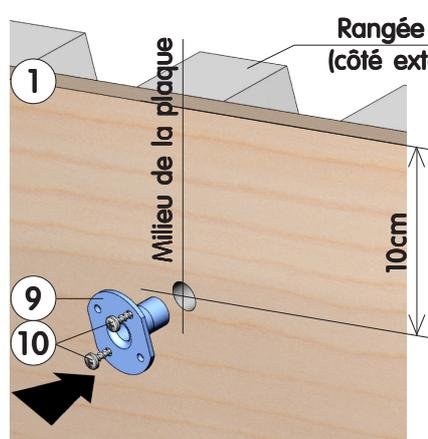
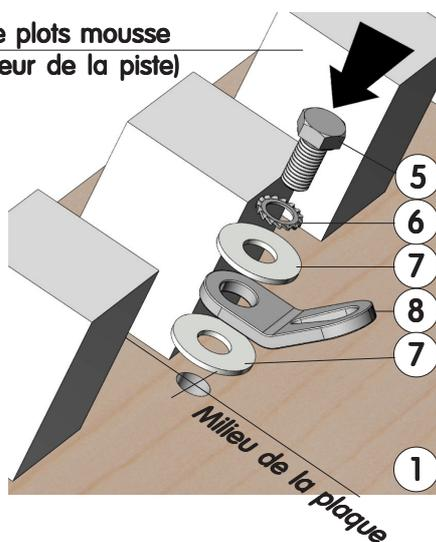
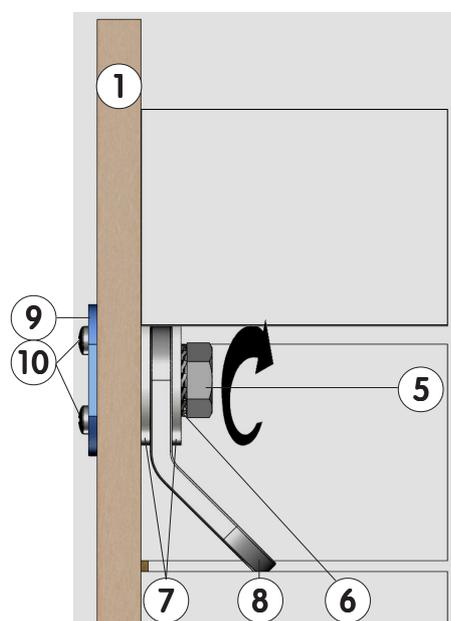

Figure 2
Figure 3
Figure 4
- Monter le plat d'haubantage (8) à l'aide de la visserie (5), (6), et (7), sous chaque plaque suivant Fig. 2 et Fig. 3, en l'orientant suivant Fig. 4 et Fig. 5, avant de serrer pour bloquer sa rotation (voir Fig. 3).
- Monter un maillon rapide (16) sur chaque plat d'haubantage (8), puis y enfiler un câble complet (6) (voir Fig. 4 et Fig. 5).